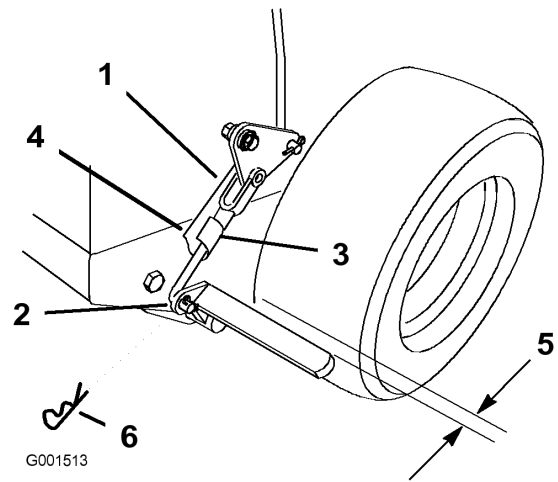

Figura 46
3. Retire el pasador de seguridad del acoplamiento inferior del freno (Figura 46).
4. Gire la horquilla del acoplamiento de freno inferior en el sentido de las agujas del reloj (enroscar) para apretar el freno de estacionamiento; gire la horquilla del acoplamiento del freno en el sentido contrario a las agujas del reloj (desenroscar) para aflojar el freno de estacionamiento (Figura 46).
- Nota:** Debe haber un espacio de aproximadamente 6 mm (1/4 pulg.) entre el neumático y la barra plana cuando el freno de estacionamiento está en posición de quitado (Figura 46).
5. Fije el acoplamiento inferior a la palanca de freno inferior con el pasador de horquilla y el pasador de seguridad (Figura 46).